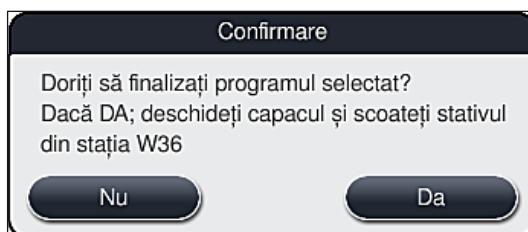

Fig. 89
5. În următorul mesaj (→ "Fig. 89") confirmați abandonarea programului cu tasta **Da** sau reveniți cu **Nu** la indicatorul stării procesului.
Este absolut necesar ca informațiile din mesaj (→ "Fig. 89") să fie respectate.